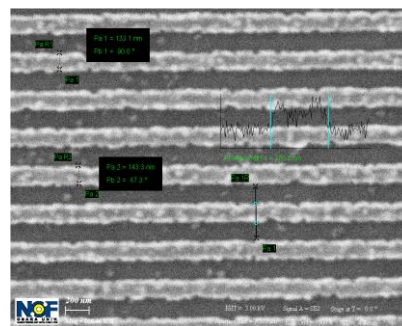

Fig.2 SEM image of Cr pattern.
2) パターン②は、Fig.2 に示すように SEM 像 (真上) からクロム蒸着の線幅が 156~177nm であることが判明した。次にこのクロム基材をマスクとして深堀エッチングを行った。